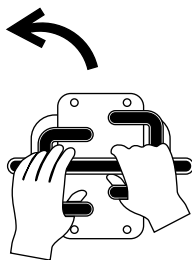

Figura 13
- Per sterzare a sinistra, spostate in avanti il comando della trazione di destra (**Figura 13**).